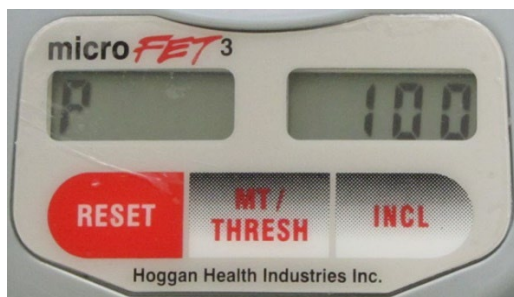

Bild 12. Batterikontroll
- Apparaten visar "P" (Power, kraft) på vänster display, och en siffra mellan 1 och 100 på höger display. Siffran på höger display anger batteriets laddning i procent (se bild 12).